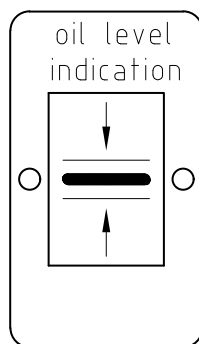

Figure 7: Indication du niveau d'huile.
- Vérifiez régulièrement le niveau d'huile, voir figure 7.